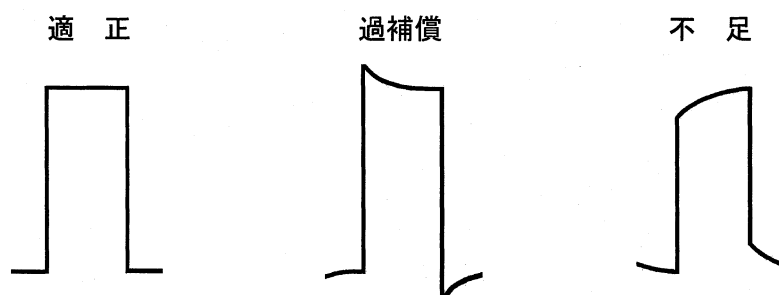

図6-1-3 プローブの位相補償
- ・図6-1-3のように適正な表示になるように、プローブのトリマを調整します。